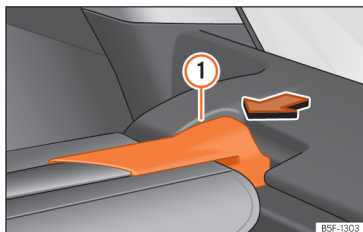

Fig. 179 Al maleters: desmuntar la safata.
- Premeu el suport de la safata »» fig. 179 ① en el sentit de la fletxa.
- Encaixeu el suport de la safata »» fig. 179 ① en l'allotjament de l'altre costat.